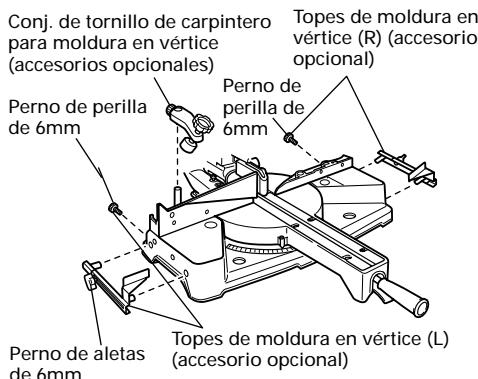

Fig. 44
(1) Las topes de moldura en vértice (L) y (R) (accesorios opcionales) permiten facilitar los cortes de la moldura en vértice, sin inclinar la hoja de sierra. Instálelas en ambos lados de la base, tal como se muestra en la Fig. 44. Despues de la insercion, apriete el perno de perilla de 6mm para asegurar los topes de moldura en vértice.